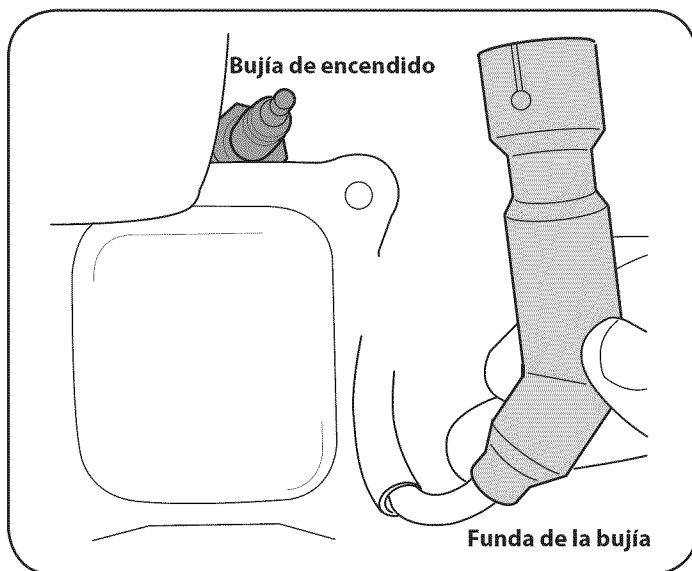

Figura 15
1. Retire la funda de la bujía y utilice una llave para bujías para extraerla. Vea la Figura 15.